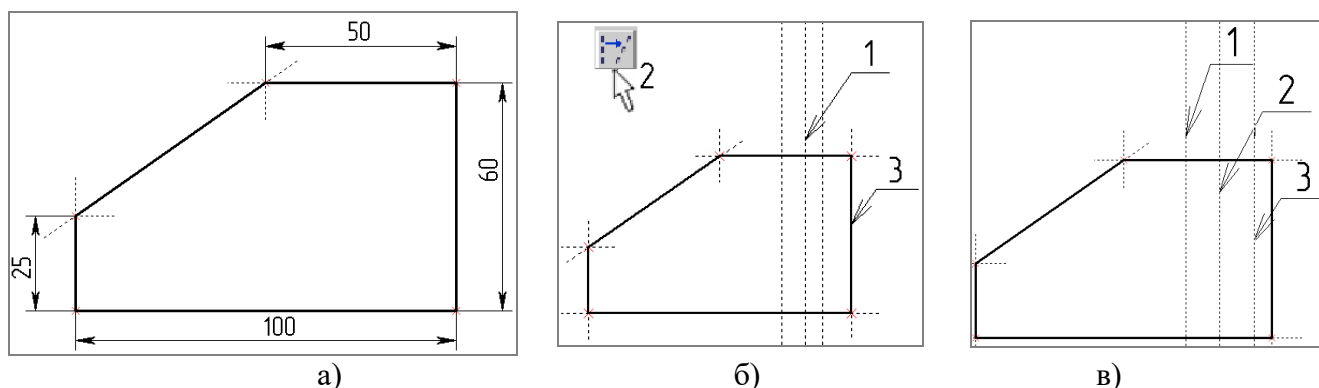

Рисунок 9 – Порядок редактирования параметрических связей линий построения
2.1.1 Подготовительный этап: постройте изображение элемента по заданным размерам (рисунок 9а).
2.1.3 Измените способ задания вертикальных прямых. Порядок выполнения: при пустом автоменю подвести курсор мыши к средней прямой (1) нажать левую клавишу мыши, выбрать опцию «» (2), аналогично построению
параллельной прямой привязать выбранную прямую (1) к прямой (3) (рисунок 9б). Аналогично перезадать прямую (1) на рисунке 9в параллельно относительно прямой (2), а прямую (3) перезадать симметричным отражением прямой (2) относительно прямой (1) с помощью опции «».